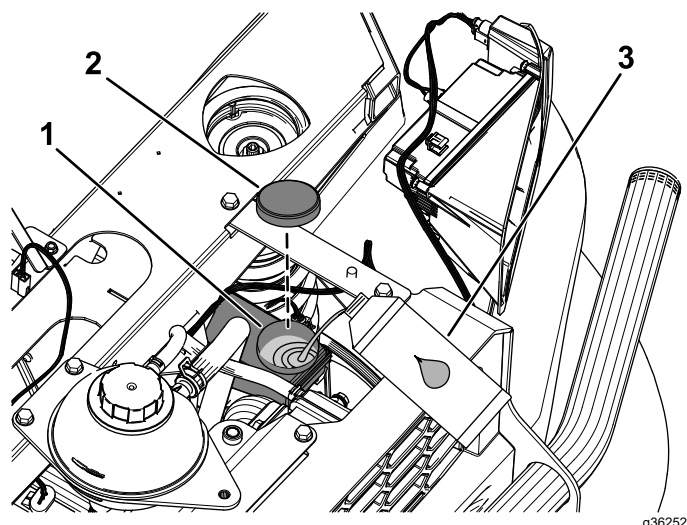

Figure 109
4. Soulevez le capot pour accéder au maître-cylindre de frein et au réservoir (Figure 109).
- A. Nettoyez la surface autour du bouchon du réservoir et enlevez le bouchon (Figure 109).
- C. Remettez le bouchon du réservoir (Figure 109).